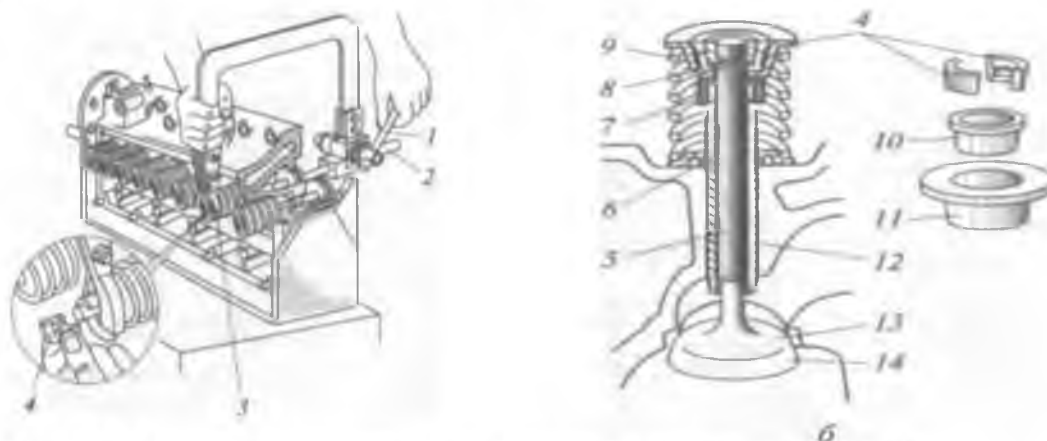

Рис. 1.3. Газораспределительный механизм двигателя 3М3-53:
5. Разобрать и собрать ГРМ двигателя ЗМЗ-53 (см. рис. 1.3):